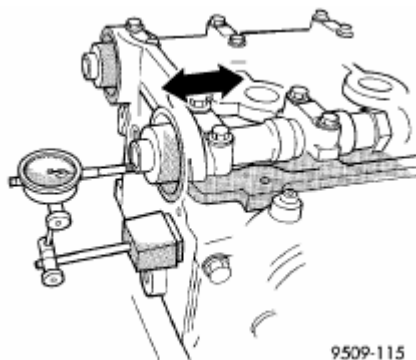

Рис. 16. Осевое смещение распределительного вала.
- (1) Смазать шейки распредвала моторным маслом и установить распредвал на головку блока. Установить крышки подшипников распредвала и затянуть винты указанным моментом.
- (2) При помощи подходящего инструмента сдвинуть распредвал назад до упора.
- (3) Обнулить индикаторную головку (Рис. 16).
- (4) Сдвинуть распредвал вперед до упора.
- (5) Записать показания индикаторной головки. См. спецификацию осевого смещения.
- (6) При увеличенном осевом смещении, проверить износ головки цилиндра и распредвала, при необходимости - заменить.